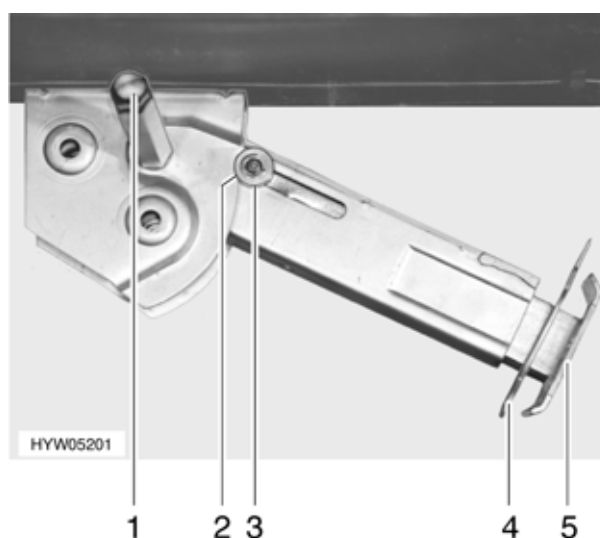

Fig. 20 Piedino di stazionamento
- Inserire la chiave a tubo nell'esagonale (Fig. 20,1) e girare fino a quando il piedino di stazionamento non si trova in posizione verticale verso il basso.
- Estrarre la copiglia (Fig. 20,4) dal prolungamento dell'estremità del piedino (Fig. 20,5).
- Inserire la chiave a tubo nell'esagonale (Fig. 20,1) e girare fino a quando il piedino di stazionamento non si stacca dal terreno.
- Spingere completamente all'interno il prolungamento dell'estremità del piedino (Fig. 20,5) e inserire la copiglia (Fig. 20,4) nel foro apposito.
- Girare la chiave a tubo nell'esagonale (Fig. 20,1), fino a quando il piedino di stazionamento non è sollevato verso l'alto e la guida (Fig. 20,3) è rientrata totalmente nell'intaglio (Fig. 20,2).
- ▷ Accertarsi che tutti i piedini di stazionamento siano completamente chiusi, che tutti i prolungamenti siano totalmente rientrati e fissati con la copiglia (Fig. 20,4), e che la guida (Fig. 20,3) sia rientrata nell'intaglio (Fig. 20,2).